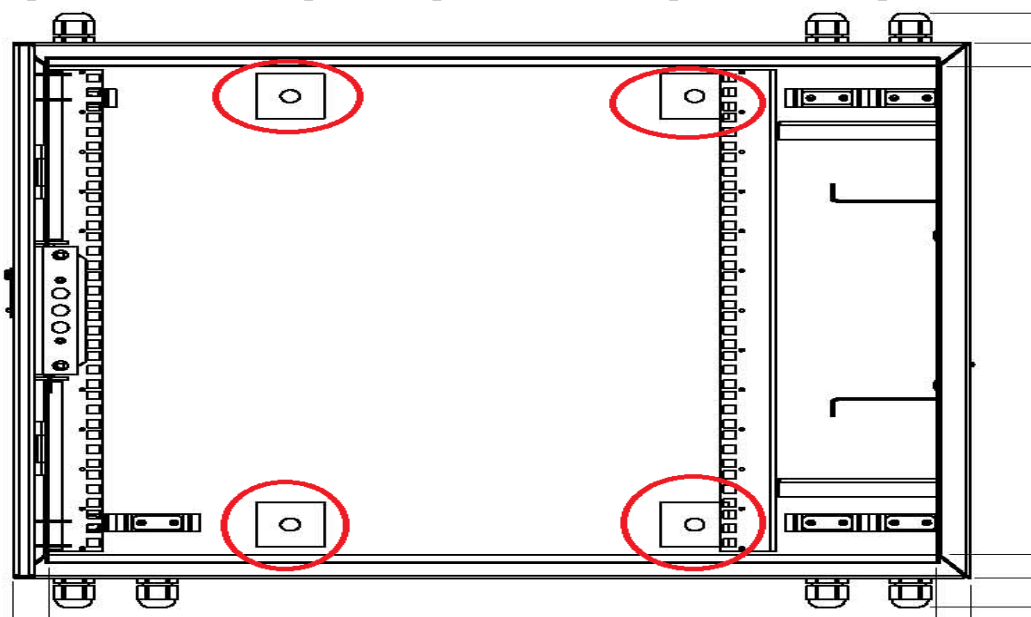

Рисунок 1. Крепежные отверстия
- С помощью 4-х анкерных болтов, диаметром 12мм, закрепите шкаф на вертикальной поверхности стены через отверстия под анкерные болты (рис.1).